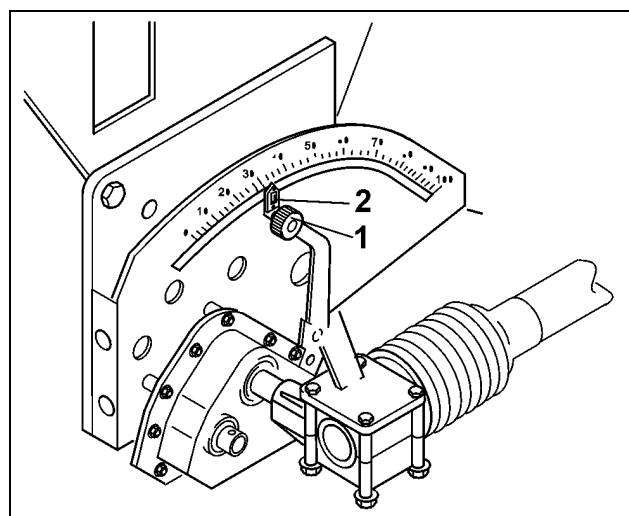

Fig. 83
- Sbloccare il pulsante di arresto (Fig. 83/1) della leva del riduttore.
- Spingere l'indicatore della leva del riduttore (Fig. 83/2) su una delle seguenti posizioni del riduttore:
- Fissare il pulsante di arresto (Fig. 83/1).